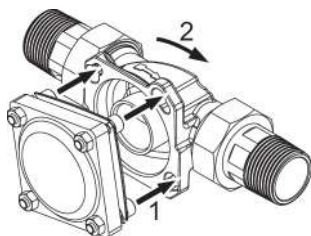
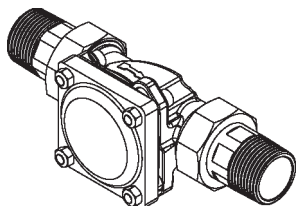

Abb. 3: Gerät ansetzen und einrasten (Befestigungsprinzip)
Abb. 4: Geräteanschluss eingerastet (Befestigungsprinzip)
1. Die Köpfe der vier Flanschschrauben durch die Bajonettbohrungen am Einbaudrehflansch stecken (siehe Abbildung 3).
2. Das Gerät im Uhrzeigersinn bis zum Anschlag drehen (siehe Abbildung 3 und Abbildung 4).